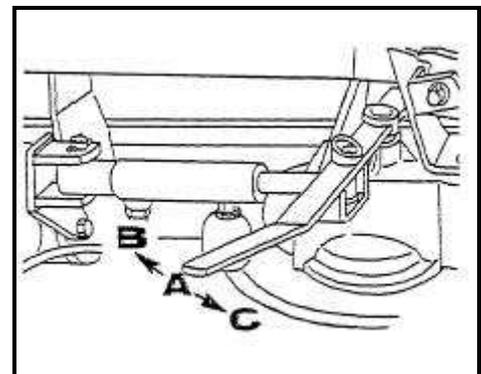

Abbildung 31
- Bei Schrägstellung "Freirechen von rechts" Steuergerät auf Durchfluss schalten. Handhebel schwenkt dabei nach rechts (Abb. 31, Pos. C).